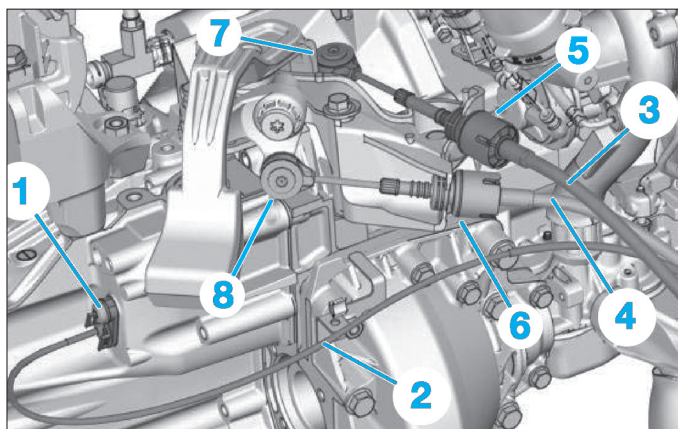
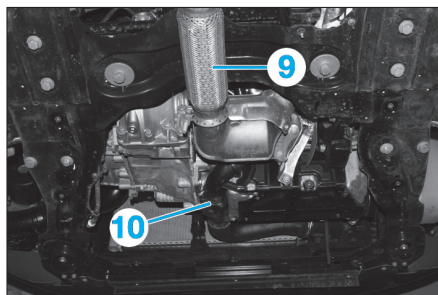

Fig. 3
Fig. 4
- Déposer la vis (1) du câble de verrouillage/déverrouillage de la marche arrière (2) (Fig.3).
- Désaccoupler le câble de commande de passage de vitesses (3) et le câble de commande de sélection de vitesses (4) ; pour cela :
- positionner les bagues (5) et (6) en position ouverte,
- sortir les câbles (3) et (4) du support de commande de vitesse,
- dégrafer les rotules (7) et (8).
- Déposer la ligne d'échappement (9) (Fig.4).
- Déposer le conduit d'air (10).